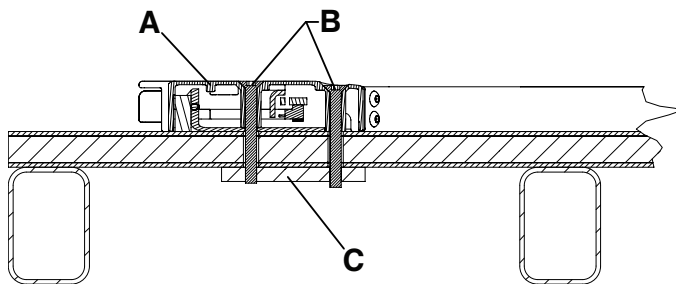
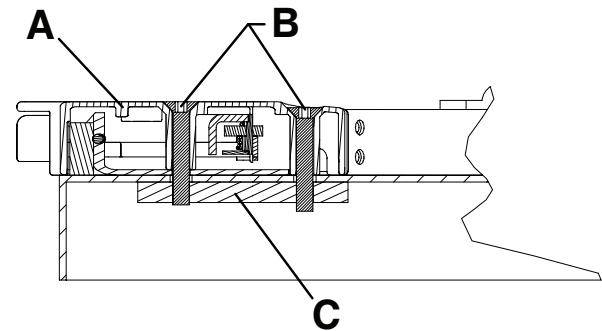

Рисунок 7 – Ножной конец для напольного монтажа — вид 3А
Рисунок 8 – Ножной конец для крепления на погрузочной платформе — вид 3В
3. Прикрепите кожух защелки ножного конца (A) к полу или погрузочной платформе с помощью четырех винтов с потайной головкой M8 (B) (не входят в комплект поставки).
Примечание - Для дополнительной поддержки требуется стальная опорная пластина (C) или эквивалентные пластины (не входят в комплект поставки) (Рисунок 7 или Рисунок 8).